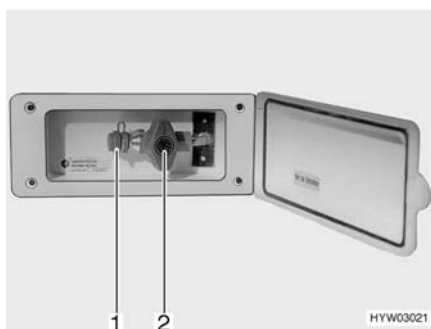

Fig. 86 Presa gas esterna (rubinetto di arresto del gas chiuso)
La presa gas esterna (Fig. 86) si trova, a seconda del modello, nella parte posteriore o sul lato destro o sinistro del veicolo.
- Collegare l'apparecchio a gas esterno all'attacco (Fig. 86,1).
- Aprire il rubinetto di arresto del gas (Fig. 86,2).